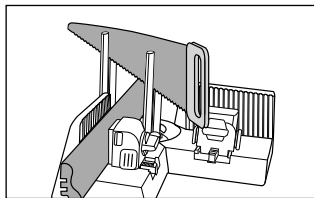

Fig. 10
- ◆ Con la otra mano, introduzca la sierra desde arriba por las barras guía **7** (consulte la fig. 10).